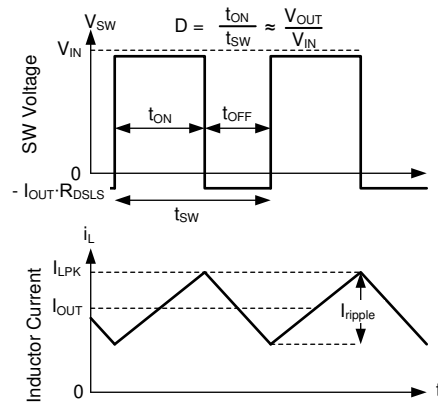

图 7-14. 连续导通模式 (CCM) 下的 SW 电压和电感器电流波形
LMR36506 的以下运行说明涉及 节 7.2 和 图 7-14 中的波形。在 CCM 中，LMR36506 以变化的占空比 (D) 导通内部高侧 (HS) 和低侧 (LS) 开关，从而提供稳定的输出电压。在 HS 开关导通期间，SW 引脚电压 V_{SW} 摆动至大约 V_{IN} ，电感器电流 I_L 以线性斜率增加。HS 开关由控制逻辑关闭。在 HS 开关关闭时间 t_{OFF} ，LS 开关打开。电感器电流通过 LS 开关放电，这会强制 V_{SW} 通过 LS 开关两端的压降摆动到地电位以下。转换器环路调节占空比以保持恒定的输出电压。D 由 HS 开关在开关周期内的导通时间定义：